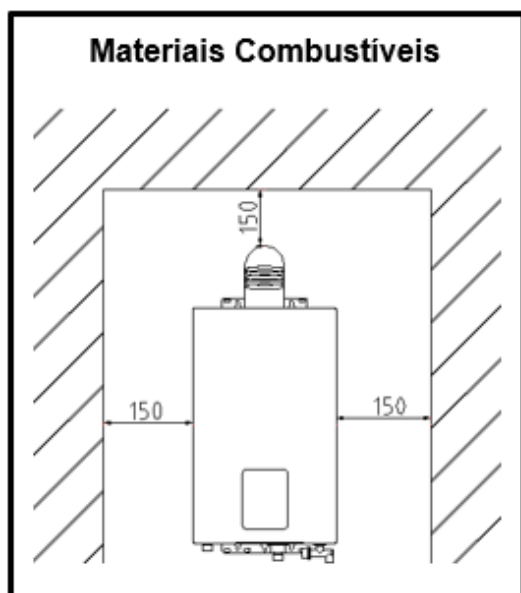

Fig. 7
- O esquentador a gás deve ser mantido afastado de materiais combustíveis com a distância mínima mostrada na Fig. 7.